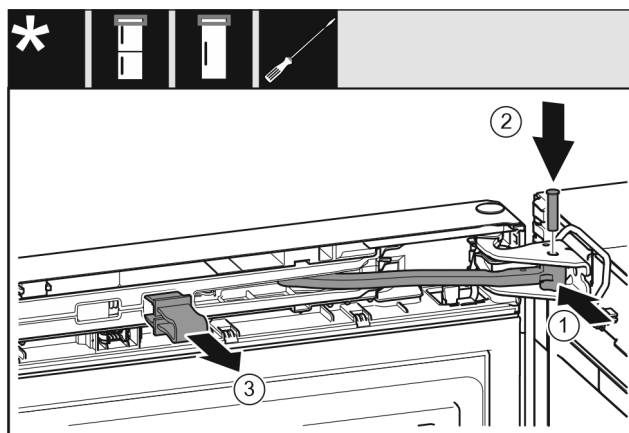

Fig. 72
- Tourner la jointure Fig. 72 (1) dans le support de palier.
- Insérer l'axe Fig. 72 (2) dans le support de palier et la jointure. Veiller à ce que l'ergot soit bien en place dans la rainure.
- Retirer la fixation Fig. 72 (3).